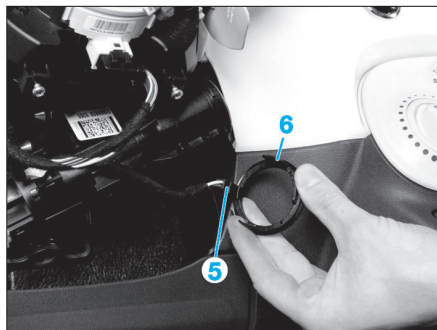

Fig. 5
- Débrancher le connecteur (5) (Fig.5).